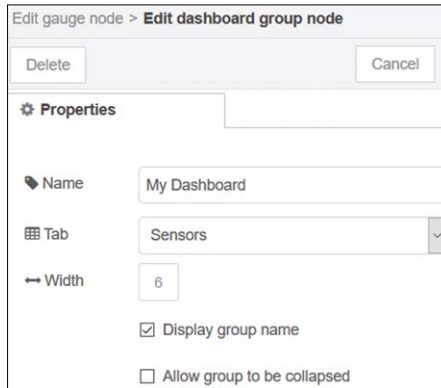

Figure 8.4 Modifier le nom du groupe de tableau de bord
- Cliquez sur le **Groupe** bouton de champ pour ajouter et configurer un tableau de bord. Vous devriez voir le formulaire d'édition du groupe de tableaux de bord. Configurez-le comme indiqué dans la figure 8.4. Cliquez sur **Mise à jour**